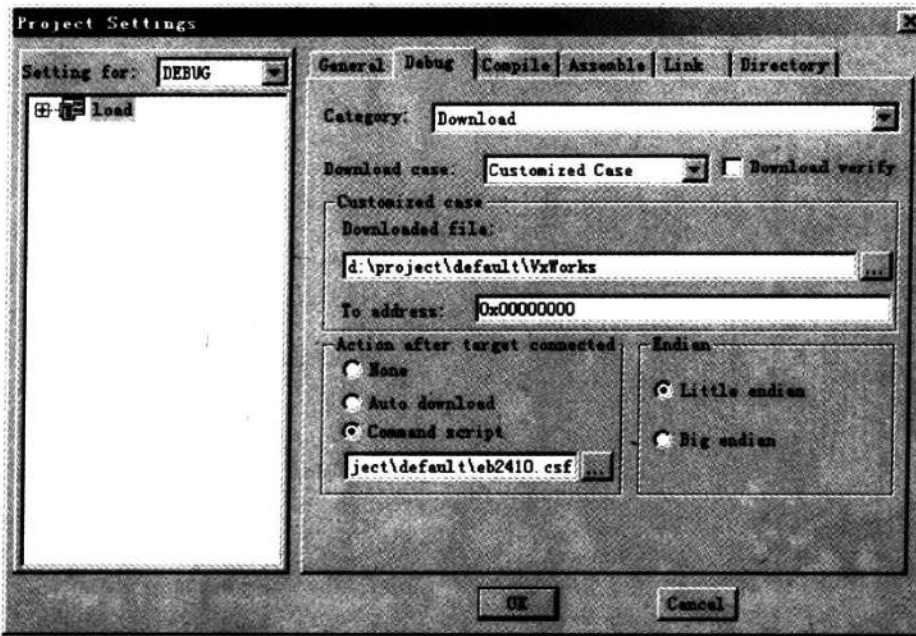

图 4-22 选择下载文件
② 选择下载文件。在工程的设置对话框中选择 Debug 页,配置 Download case 为 Customized case,并选择要下载的 VxWorks 目标代码(此时下载的目标地址无须设置),如图 4-22 所示。